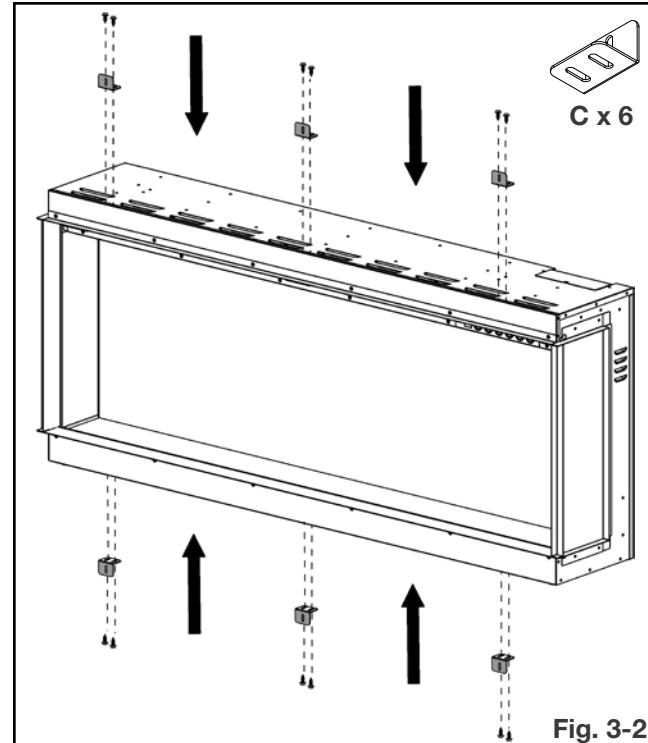

Fig. 3-2
2. Installez les 6 supports métalliques (fournis) à l'aide des 12 vis et rondelles précédemment retiré (**Fig. 3-2**).